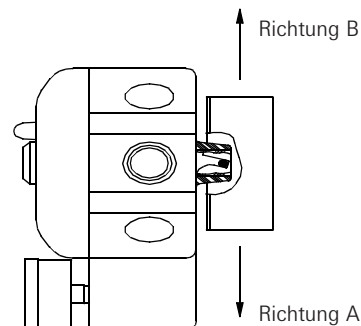

Abbildung 5-1
Die Magnet-Ausführung muss mit der Länge des Antriebshubes und der Bewegungsrichtung zum Anfahren der Sicherheitsstellung übereinstimmen. Zur Sicherstellung der richtigen Magnetausführung prüfen Sie den Magneten. Hublänge und Richtung zum Anfahren der Sicherheitsstellung müssen auf dem Magnet aufgedruckt sein. Auf älteren SmartCal Stellungsreglern sind die Angaben nicht auf dem Magneten angegeben, jedoch sollte eine Seriennummer erkennbar sein. Um zu gewährleisten, dass Magnet und Antrieb zusammenpassen, wenden Sie sich an uns unter Nennung der Seriennummer (siehe Abb. 5-1 und 5-2).
- Im Fall einer linearen Anwendung ist die Anordnung des Rückmelde-Magneten entsprechend dem Hub und der Anfahrriechung der Sicherheitsstellung des Antriebs zu bestellen (siehe Abb. 5-1 und 5-2).